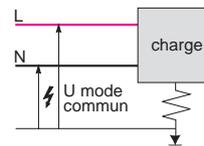

Fig. 6 : mode commun (MC)
- entre les conducteurs et la terre (Ph/T, N/T) et sont appelées **de mode commun (MC)**, fig. 6